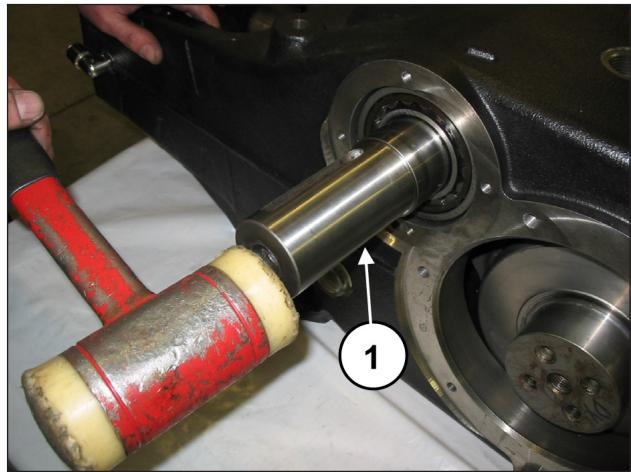
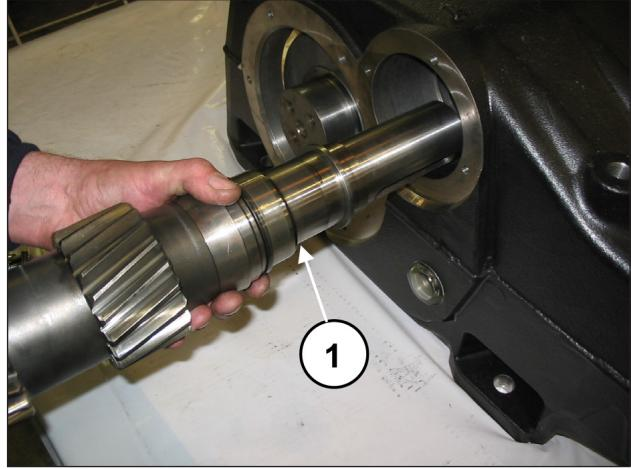

图 31
图 32
用锤子（位置①，图 31）从两侧拉出PTO轴（位置①，图 32）。